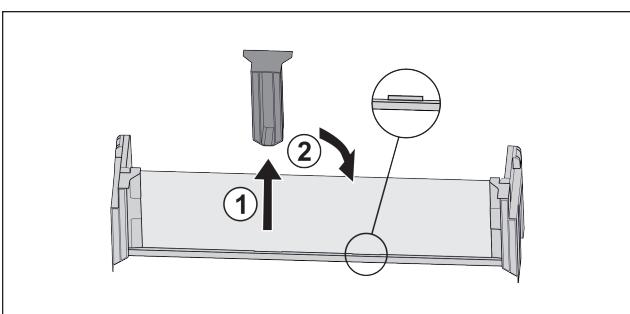

Fig. 18
► Снимите среднюю поддерживающую деталь Fig. 18 (1).
► Вставьте среднюю поддерживающую деталь во вторую позицию Fig. 18 (2).